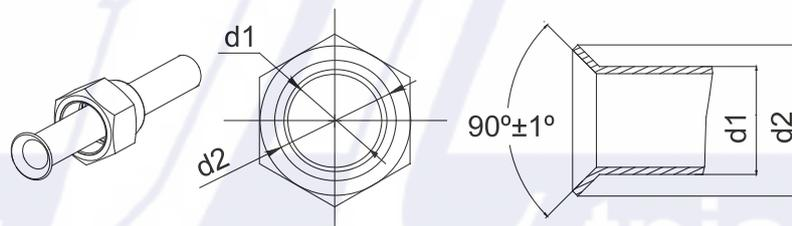

Fig.9
- (1). Kapa röret med röravskäraren och ta bort grader.
- (2). Håll röret riktat nedåt för att undvika att grader kommer in i röret.
- (3). Tag bort muttern på anslutningsventilen och ta ut flaremuttrarna ur tillbehörspåsen. För dom på köldmedieröret. Utför flaring med flareverktyget.
- (4). Kontrollera att ytorna är jämnt fördelade och utan sprickor (se Fig. 9).